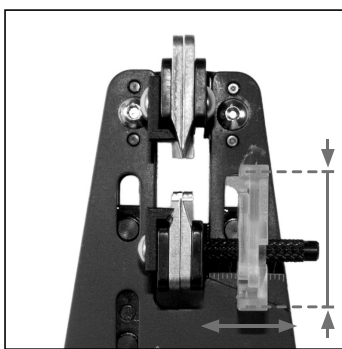

Abb. 2
1. Längenanschlag 9 durch Druck (Abb. 2) auf die gewünschte Abisolierlänge mit Hilfe der Skala 12 einstellen.